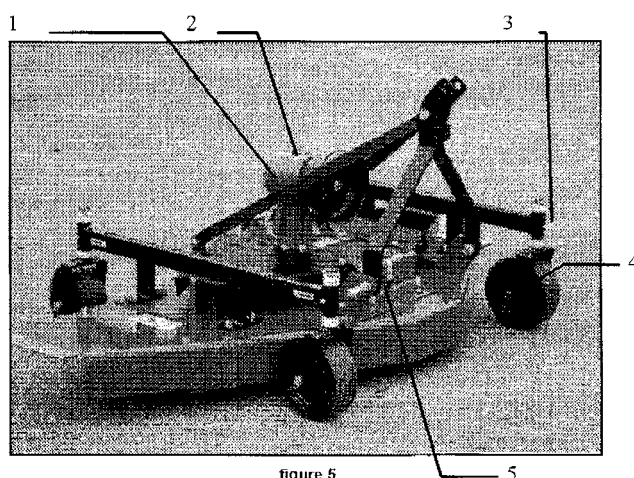

figure 5
- Graissage (figure 5)
Ne laissez pas la graisse en excès autour des pièces particulièrement en zone sableuse. Nettoyez les graisseurs sur les paliers (voir figure 5), puis donnez un ou deux coups de pompe à graisse. Utilisez exclusivement de la graisse au bisulfure de molybdène NLGI N° 2.